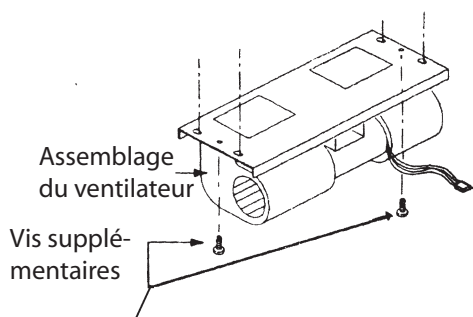

Figure 16 : Fixation de vis supplémentaires
4. Fixez (2) deux vis supplémentaires, comme illustré sur la Figure 16.
Assurez-vous que les deux vis supplémentaires de la Figure 16 sont installées et serrées adéquatement avant de continuer.